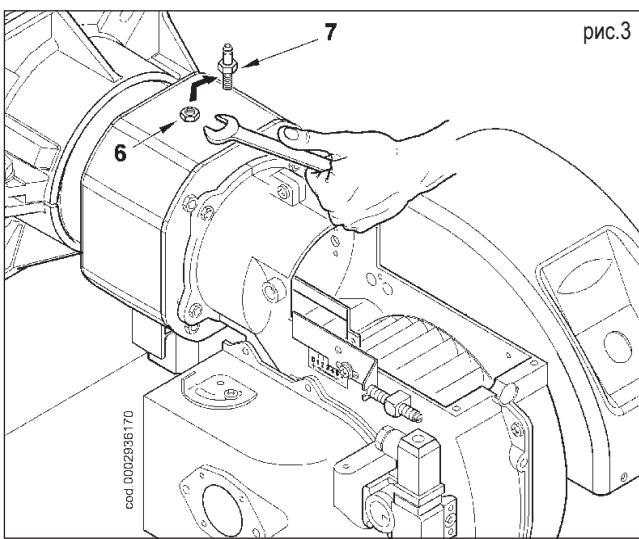

рис.3
- 3) Ослабить гайку (6), открутить винт (7) и снять винт с камеры соединения газовой рампы (рис.3).